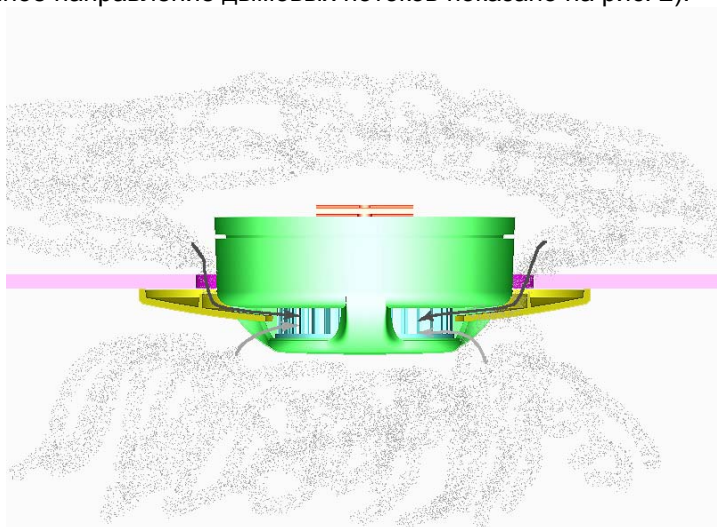

рис.2
6.3. В отдельных случаях возможен контроль межпотолочного пространства, что обеспечивается конструкцией крепления в подвесной потолок (при соблюдении рекомендаций по монтажу). Схематичное направление дымовых потоков показано на рис. 2).